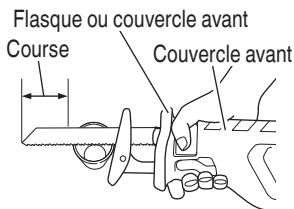
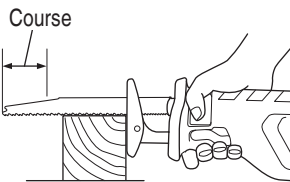

Fig. 12
Fig. 13
- Ne pas retirer le couvercle avant (voir la Fig. 1). Pour faire fonctionner l'outil, tenir fermement le couvercle avant. Mais, pour éviter des blessures, ne pas étendre la main ou les doigts au-delà du rebord (voir Fig. 12) du couvercle avant.
- Sélectionner une lame de la longueur appropriée. Idéalement, la longueur qui ressort du socle de la lame après soustraction de la distance de course doit être plus grande que le matériau (voir Fig. 12 et Fig. 13.)